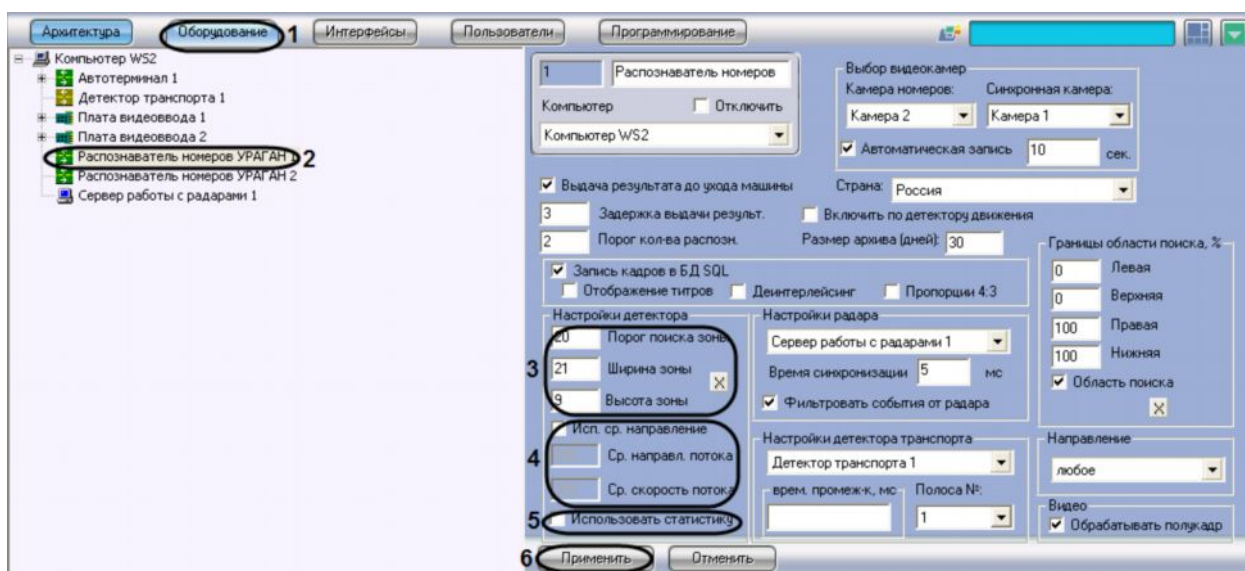

Рис. 7.2.13-1 Настройка детектора
2. В дереве объектов на вкладке «Оборудование» выбрать объект «Распознаватель номеров УРАГАН», соответствующий настраиваемому программному модулю «Ураган» (см. Рис. 7.2.13-1, 2). В правой части вкладки «Оборудование» отобразится панель настройки выбранного объекта.
3. Задать параметр «Порог поиска зоны» (см. Рис. 7.2.13-1, 3).